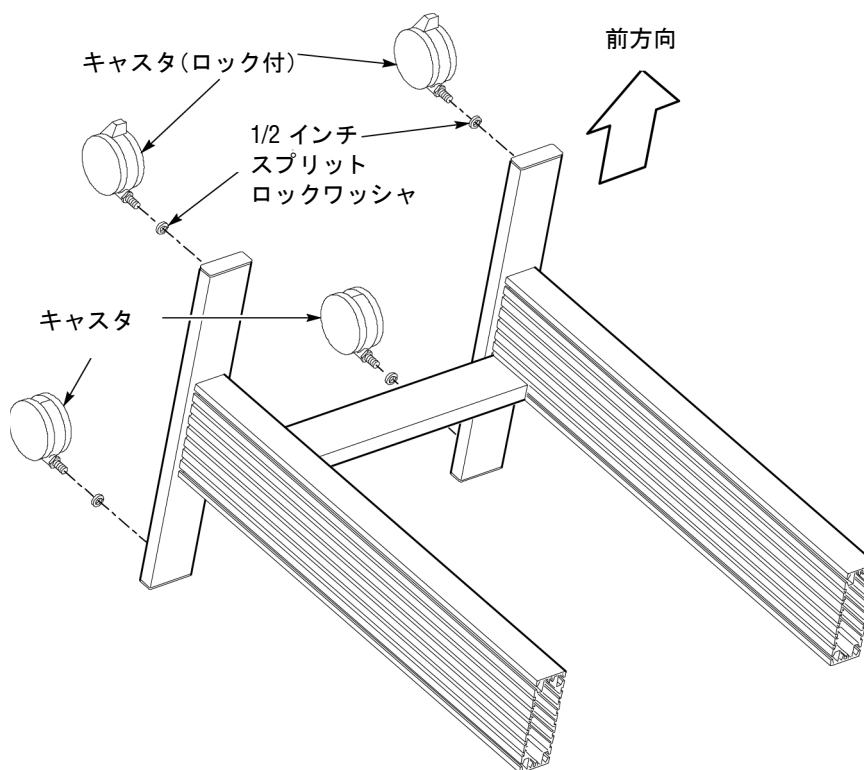

図 5: キャスタの取り付け
6. 図 5 に示すように台車を倒します。脚部の両端にキャスタを取り付けられるように台車を置きます。